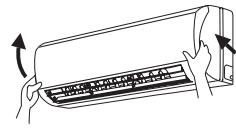

Рис.19
(1) Потянуть панель за углы с двух концов передней панели по направлению стрелок. Затем потяните воздушный фильтр вниз, чтобы извлечь его. (Рис. 19)